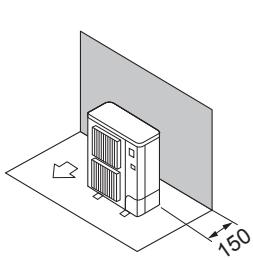

Fig. 2-3
① Hindernisse nur auf der Rückseite (Fig. 2-3)